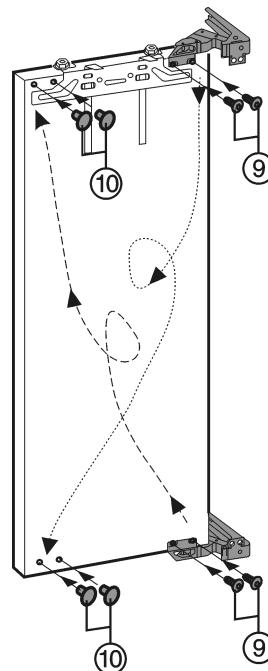

Fig. 4
- Scharnieren van de deur afschroeven Fig. 4 (9), aan de andere kant aanbrengen en (met 4 Nm) goed vast-schroeven.
- Vrij geworden bevestigingsgaten met stoppen Fig. 4 (10) sluiten.